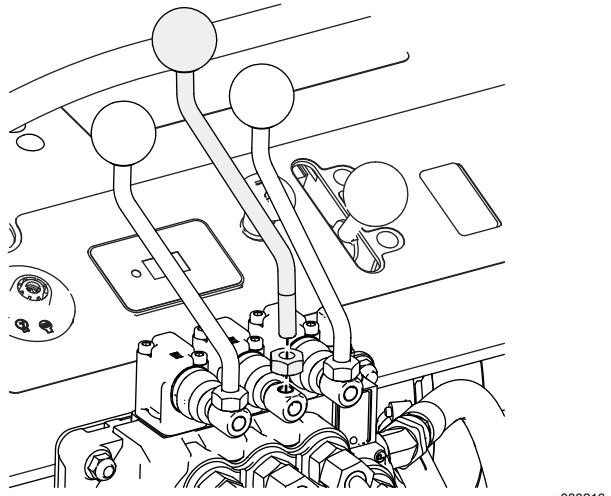

図 9
- ハンドルアセンブリを制御バルブマニホールドに取り付ける六角ナットM10を使用して図 9のように取り付ける。